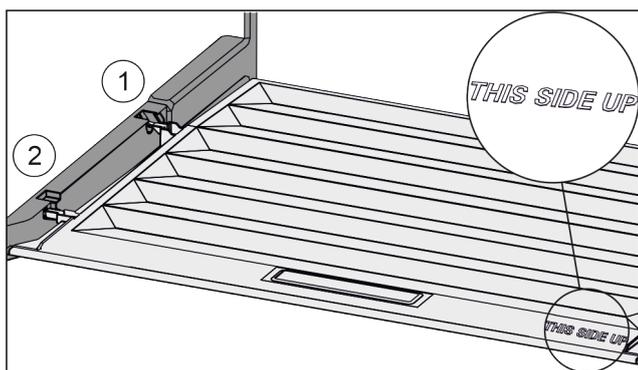

Fig. 72
- ▶ Robova predala vstavite nad odprtino zadnjega držala Fig. 72 (1), spredaj pa ju zataknite v držalo Fig. 72 (2).